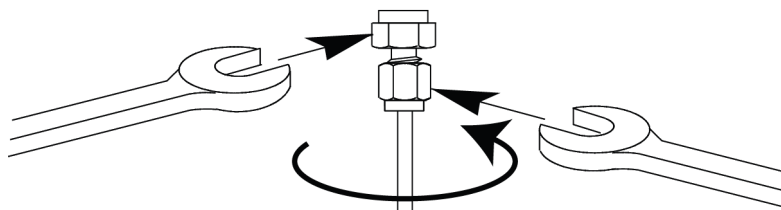

Figura 19. Serraggio finale
7. Per i raccordi Swagelok da 1/8", serrare il raccordo di 3/4 di giro utilizzando due chiavi. Vedere **Figura 19**.